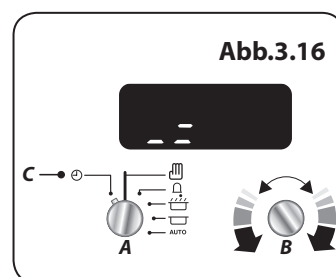

Abb.3.16
Zum Einstellen des Alarmtons, lassen Sie den Einstellknopf (B) los und drehen Sie ihn gegen den Uhrzeigersinn (**Abb.3.16**). Der Alarmtone hat sich nun geändert. Wiederholen Sie diese Schritte, bis der gewünschte Alarmtone eingestellt ist.